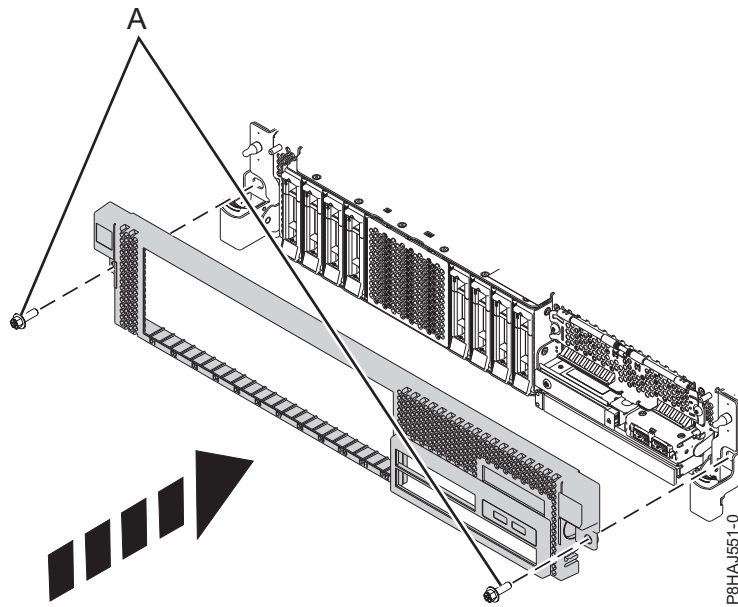

Figura 80. Instalación de la cubierta frontal
3. Cierre los pestillos de liberación empujando en la dirección que se muestra en Figura 80 en la página 109. La cubierta se insertará en su posición y dispone de una hendidura que le permite sujetarla más fácilmente.
4. Sustituya los tornillos de envío (A).